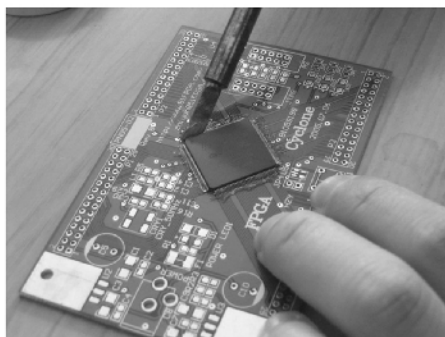

图 1-12 平口烙铁拉焊
(3) 平口烙铁拉焊：使用平口烙铁，顺着同一个方向烫芯片的管脚。注意力度均匀，速度适中，避免弄歪芯片的脚。另外注意先拉焊没有定位的两边，这样就不会产生芯片错位。也可以再涂抹一些助焊剂在芯片的管脚上面，更好焊。如图 1-12 所示。